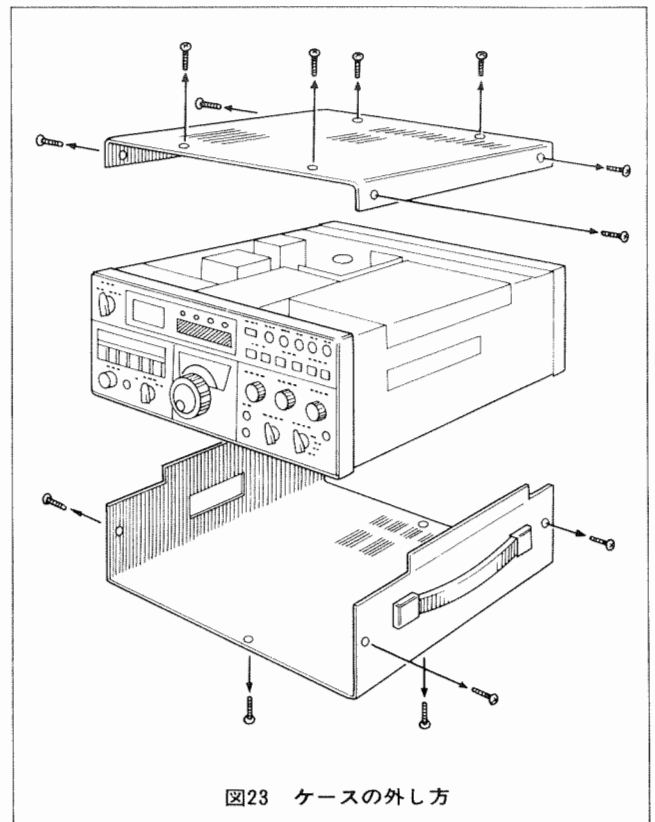

図23 ケースの外し方
①図23の通りセット底板をはずしてください。
②TS-180のセット底面にある I Fユニットをシールド板とともにはずし、ひき起します。